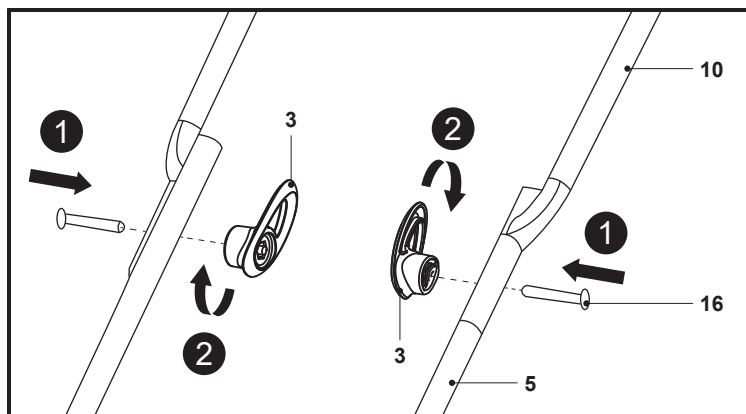

Fig. 3
2. Fixe o guiador superior (10) utilizando os conjuntos de fixação (16) e os botões de bloqueio (3) no guiador inferior (5) (Fig. 3). A pega pode ser colocada em duas alturas diferentes, o que é confortável durante a utilização normal.